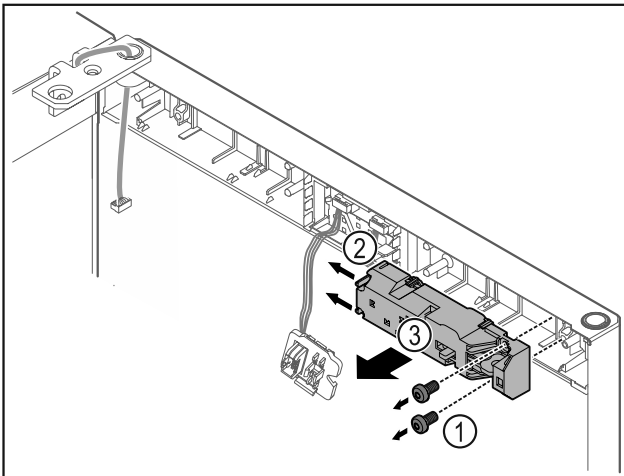

Fig. 12
- ▶ Schrauben Fig. 12 (1) entfernen.
- ▶ Rastnasen Fig. 12 (2) zur Seite drücken und Fernschloss Fig. 12 (3) abnehmen.